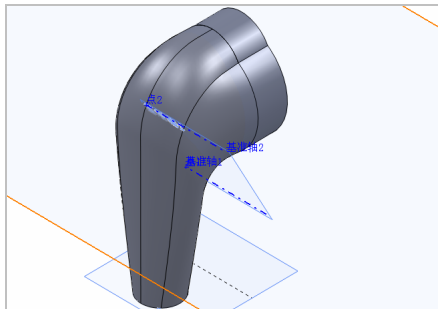

图 15-46 创建放样特征
(17) 在绘图区中, 选取草图 3 和草图 2 为放样引导线, 单击【确定】按钮, 即可创建放样特征, 如图 15-46 所示。